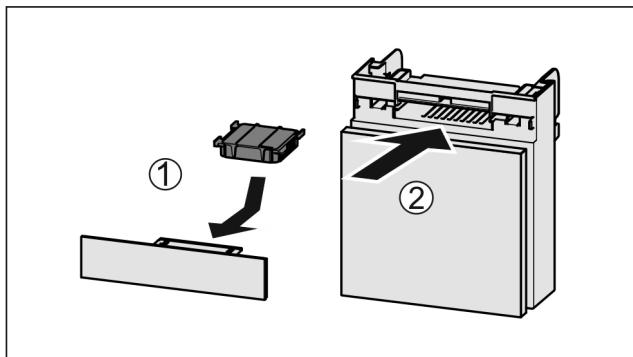

Fig. 97
- Поставете Fig. 97 (1) филтъра с активен въглен, както е показано на фигурата.
- Вкарайте Fig. 97 (2) отделението.